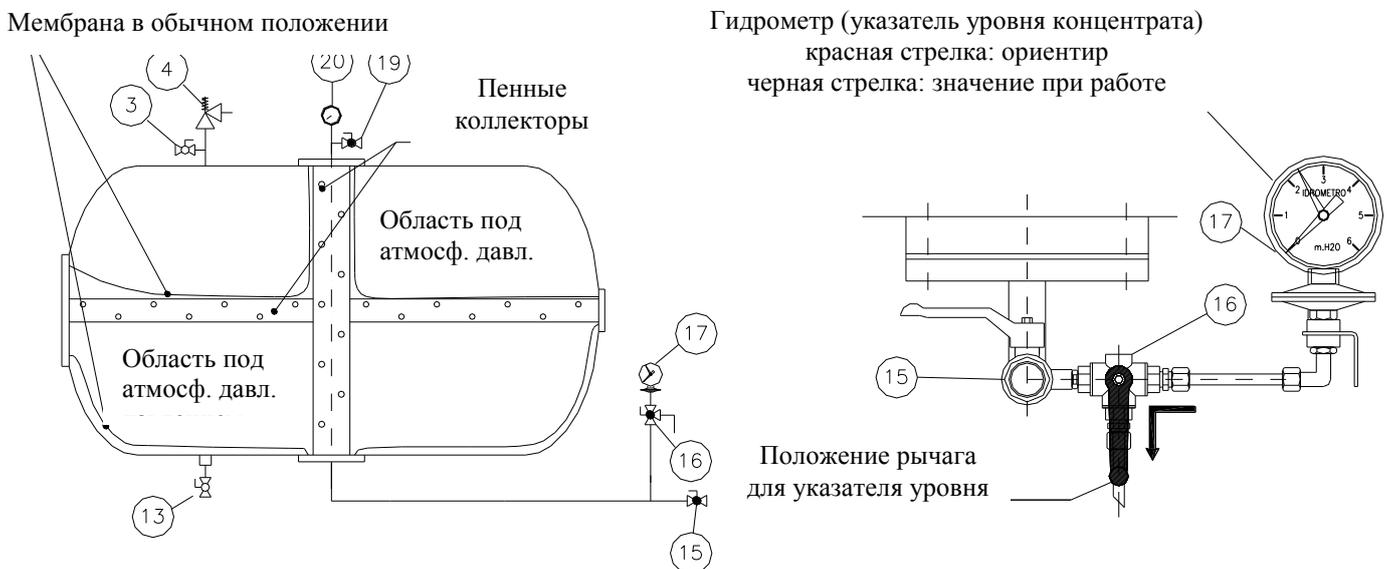

Рисунок 7.3.1: Части устройств, которые применяются в начале заполнения
1. Убедитесь, что трехходовой кран (16) настроен на связь между индикатором жидкости и дренажем, чтобы изолировать устройство от емкости (см. рисунок 7.3.1). Давление, превышающее 0.6 bar, оказанное на указатель уровня, может повредить его;
2. Держите закрытыми клапаны (2) и (7) и откройте клапаны (3) и (5). Небольшой выход воды из клапана (13) будет нормой, т.к. все емкости КСА после изготовления перед покраской проходят гидравлическое испытание. Состояние емкости на данном этапе показано слева на рисунке (7.3.1);